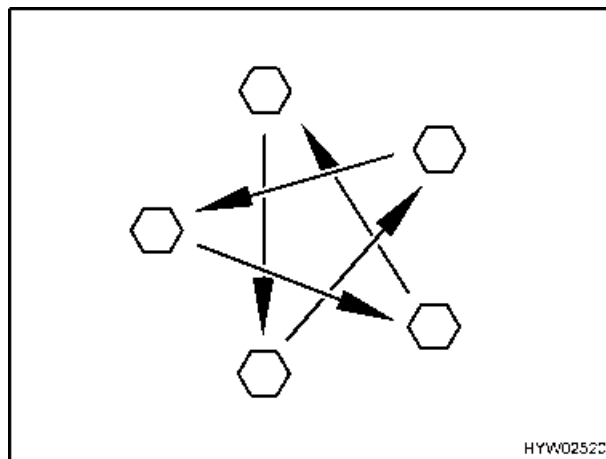

Fig. 101 Serrare a croce i bulloni delle ruote
- Controllare regolarmente il serraggio dei bulloni. Regolare a croce (Fig. 101) il serraggio dei bulloni di una ruota sostituita dopo circa 50 km. Per il valore della coppia di serraggio consultare il paragrafo Coppia di serraggio.
- ▶ Serrare a croce i bulloni delle ruote (Fig. 101). Per il valore della coppia di serraggio consultare il paragrafo Coppia di serraggio.